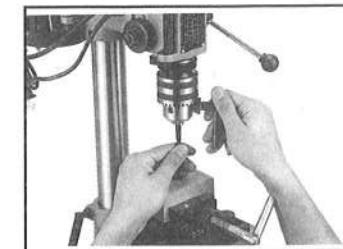

図12
- ①ドリルをセットするときは、チャック回しでチャックの内径をドリルがスムースに入る大きさに調整してください。
- ②次にドリルを差し込み、チャック回しで締めてください。締めるときはドリルをセンターに入れて、チャックの3カ所の穴にチャック回しを入れ、均等に締めつけるようにしてください。図12参照